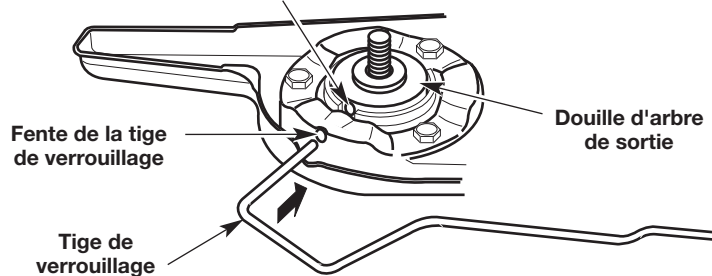
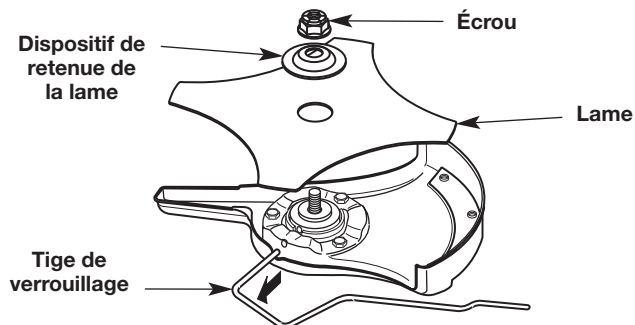

Fig. 14
Fig. 16
- Faites tourner la lame (Fig. 16) jusqu'à ce que l'ouverture de la bague d'arbre soit alignée avec la fente de la tige de verrouillage (Fig. 14).
- Insérez la tige de verrouillage à travers la fente et l'ouverture de la bague d'arbre (Fig. 14).
5. Enlevez la tige de verrouillage (Fig. 16).
6. Retirez la lame et le dispositif de retenue de la lame (Fig. 16).
1. Faites tourner la bague de l'arbre de sortie jusqu'à ce que l'ouverture de la bague d'arbre soit alignée avec la fente de la tige de verrouillage (Fig. 14).
2. Insérez la tige de verrouillage à travers la fente et l'ouverture de la bague d'arbre (Fig. 14).